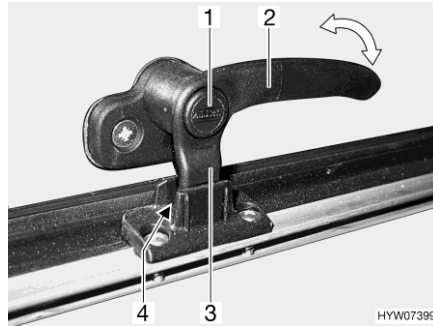
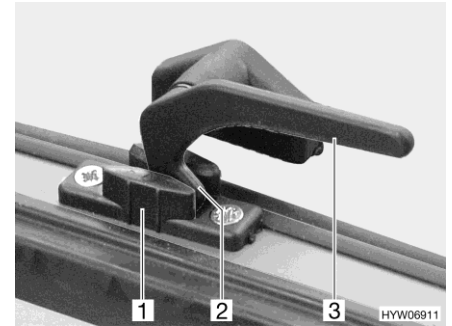

Fig. 101 Leva di serraggio con bottone di sicurezza in posizione "Aerazione continua"
Fig. 102 Leva di serraggio in posizione "Aerazione continua"
- In posizione di "Aerazione continua" (Fig. 101 e Fig. 102)
- Se presente, premere e tenere premuto il bottone di sicurezza (Fig. 101,1).
- Ruotare la leva di serraggio (Fig. 101,2 o Fig. 102,3) di un quarto di giro verso il centro della finestra.
- Girare nuovamente all'indietro la leva di serraggio. Riportare contemporaneamente il nasello di chiusura (Fig. 101,3 o Fig. 102,2) della leva di serraggio nella rientranza della chiusura della finestra (Fig. 101,4 o Fig. 102,1).
- Se presente, rilasciare il bottone di sicurezza (Fig. 101,1).